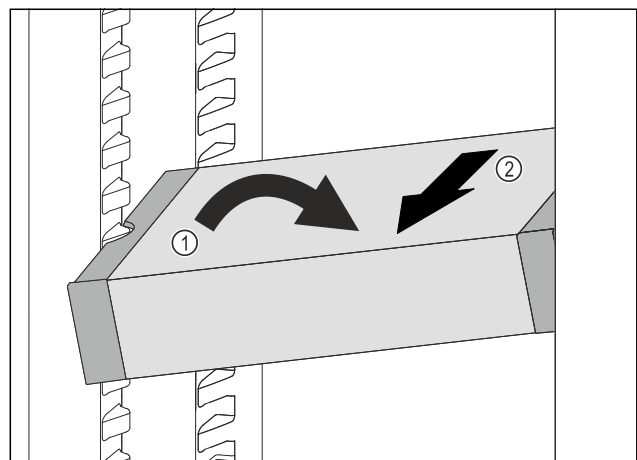

Fig. 73
- ▶ VarioSafe im Kühlteil schräg stellen. Fig. 73 (1)
- ▶ VarioSafe nach vorne entnehmen. Fig. 73 (2)